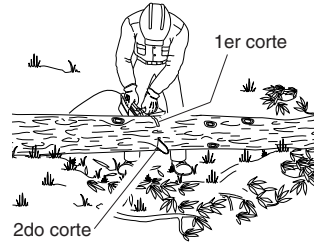

Figura 16 - Trozado del tronco apoyado sobre ambos extremos
1. Haga el primer corte del lado superior del tronco (vea la Figura 16). Atraviese 1/3 del diámetro del tronco. Este corte impedirá la producción de astillas en esta sección al completarse el corte.